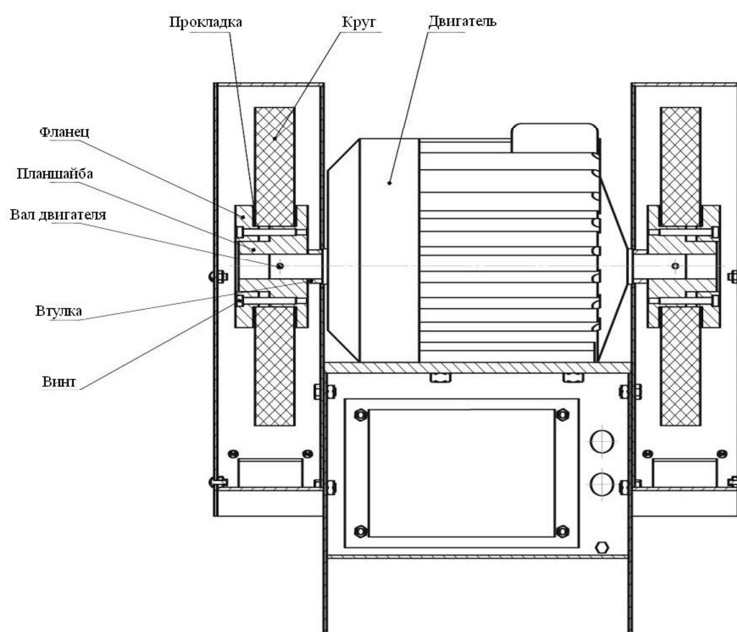

Рис. 2 Крепление шлифовального круга.
2.2.1 Крепление шлифовального круга (рис.2)
Установка подручников 5 и 6 в требуемом положении производится перемещением их в пазах кронштейнов 7 и 8, которые, в свою очередь, крепятся к подставке (тумбе) и могут перемещаться относительно нее. На валу электродвигателя имеются планшайбы для установки кругов. Крепление кругов см. рис. 2.
- 9.4 Для смены круга на станке снять крышку кожуха, отвернуть шесть винтов (М8 для станков ТШ 2М, ТШ 2М.20, ТШ 2М.25, ТШ 2М.35; М10 для станков ТШ 3М, ТШ 3М.20, ТШ 3М.25, ТШ 3М.35) фланца (см. рис.2), снять фланец и круг.